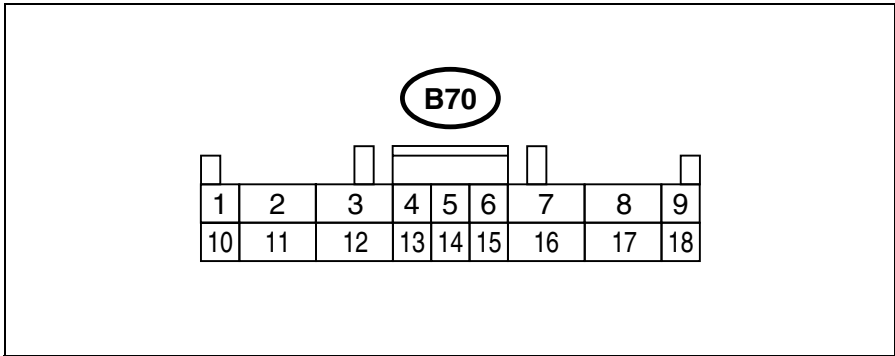

Abb. 9: Steckerbelegung B70
- Wählen Sie einen geeigneten Montageort unterhalb der Zusatzschalter (Abb. 9).